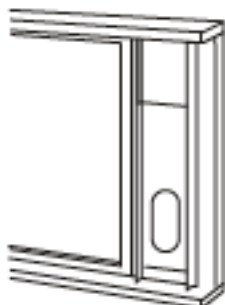

Fig. 14
3. Corte o selo de espuma (tipo adesivo) no comprimento apropriado e una-o à parte superior da janela. Conforme apresentado na Fig. 14.